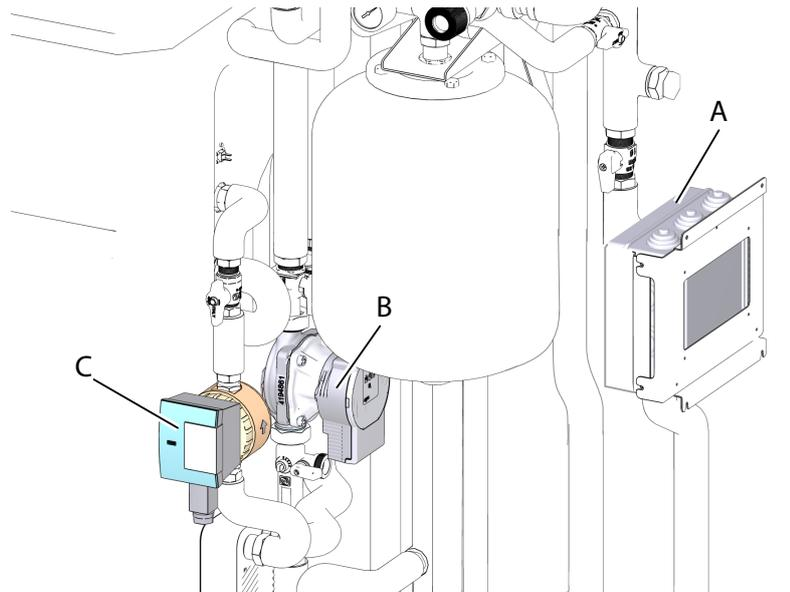

Abb. 89 -
- Verbinden Sie das Kabel "CPS" an die Umwälzpumpe des Solarpaneels (Det. B "Abb. 89 -"), das Kabel "CBS" an die Umwälzpumpe des Warmwasserspeichers (Det. C "Abb. 89 -") und dann an die Klemmen des Stromkastens wie in dem elektrischen Schaltplan angegeben (Abb. "Abb. 88 -" auf Seite 44.